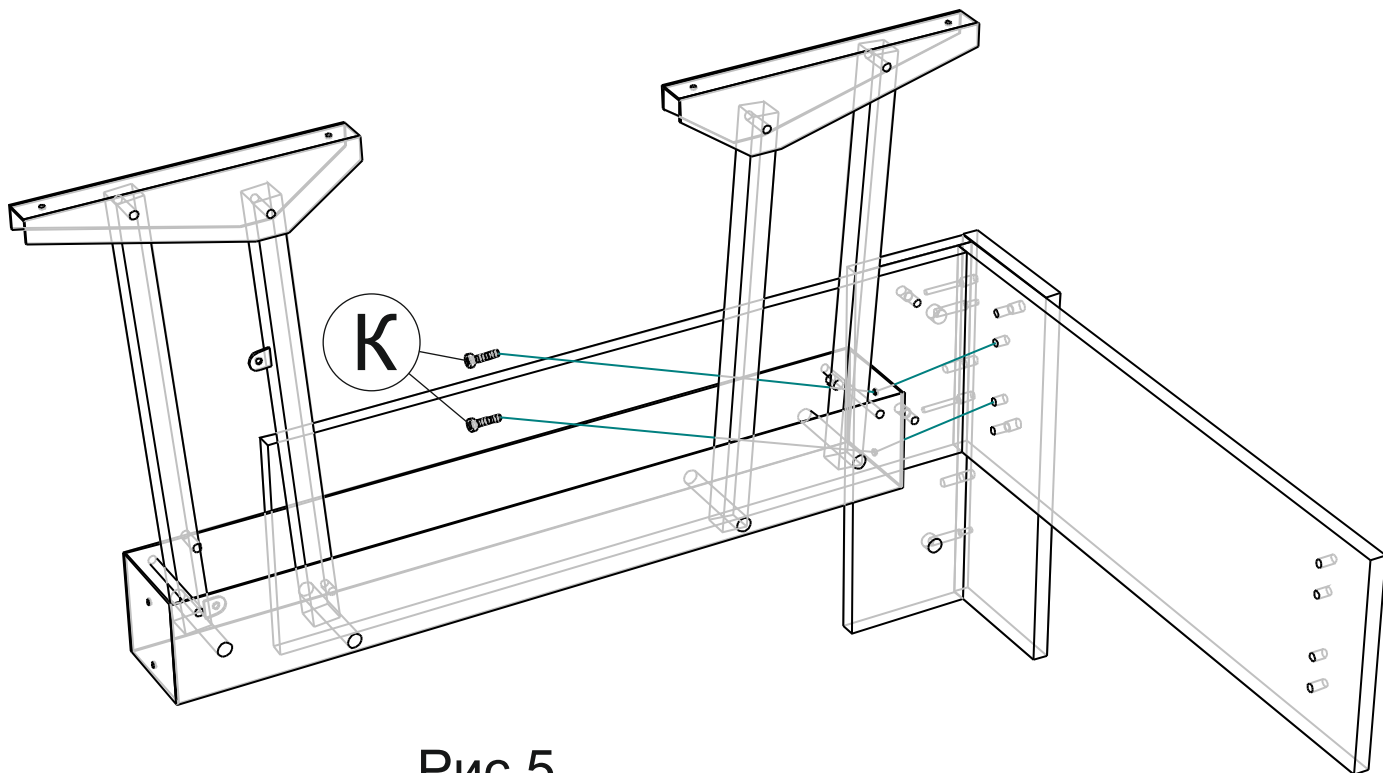

Рис.5
5. Устанавливаем в собранную конструкцию механизмы трансформации. Каждый механизм крепится на 4 винта К с двух торцов механизма (рис. 5). Ушки для крепления пружин должны находиться с одной стороны стола. Устанавливаем пружины.